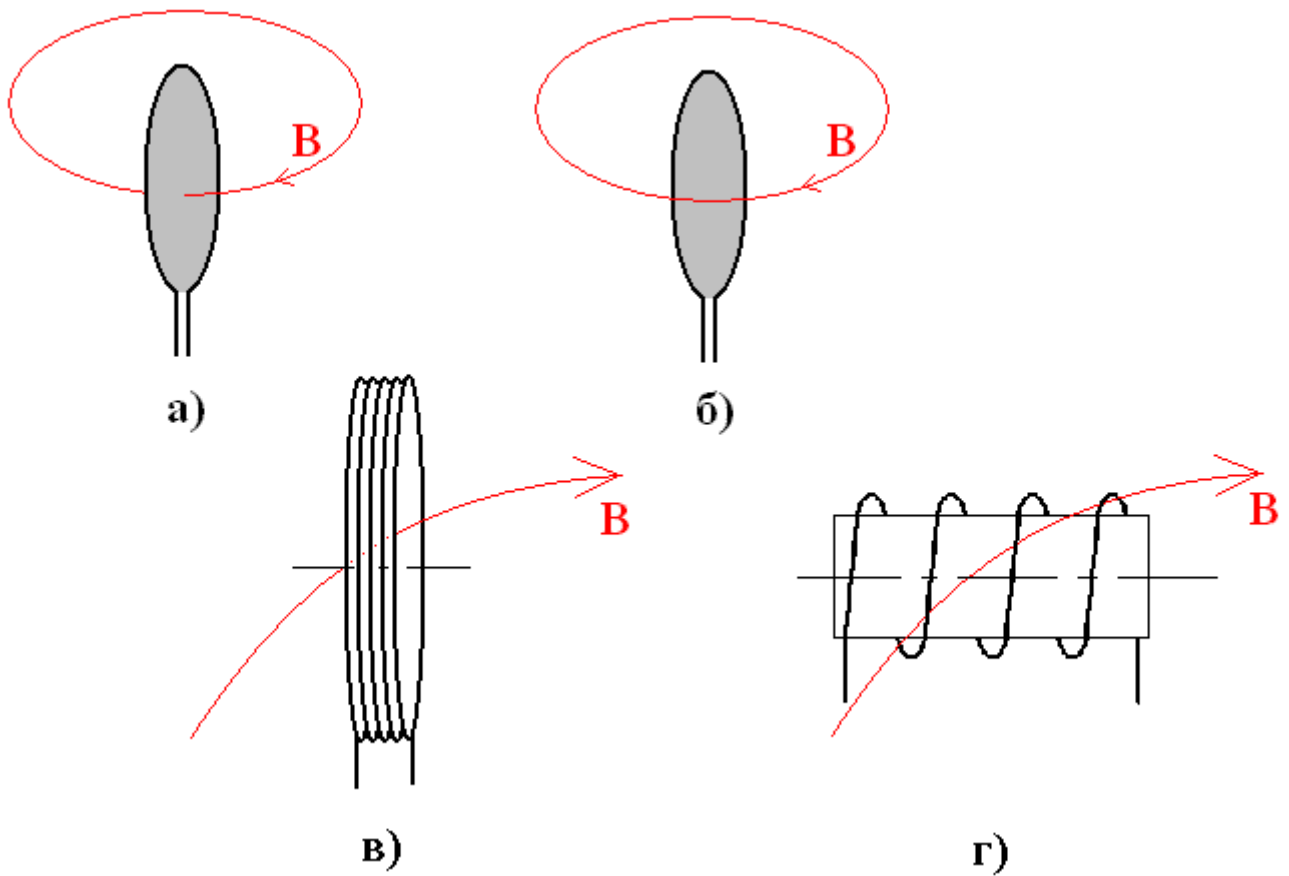

Рис.1
На рис.1 показана силовая линия магнитного поля помехи (B). Если поле проходит сквозь виток (рис. 1а), то в нем наводится ЭДС. Если силовая линия сквозь виток не проходит (рис. 1б), то оно на виток и не воздействует. В случае короткой катушки, помеха воздействует на все витки (рис.1в), если же катушка длинная (рис.1 г), то поле воздействует лишь на небольшую часть витков, и это воздействие тем меньше, чем меньше диаметр катушки.